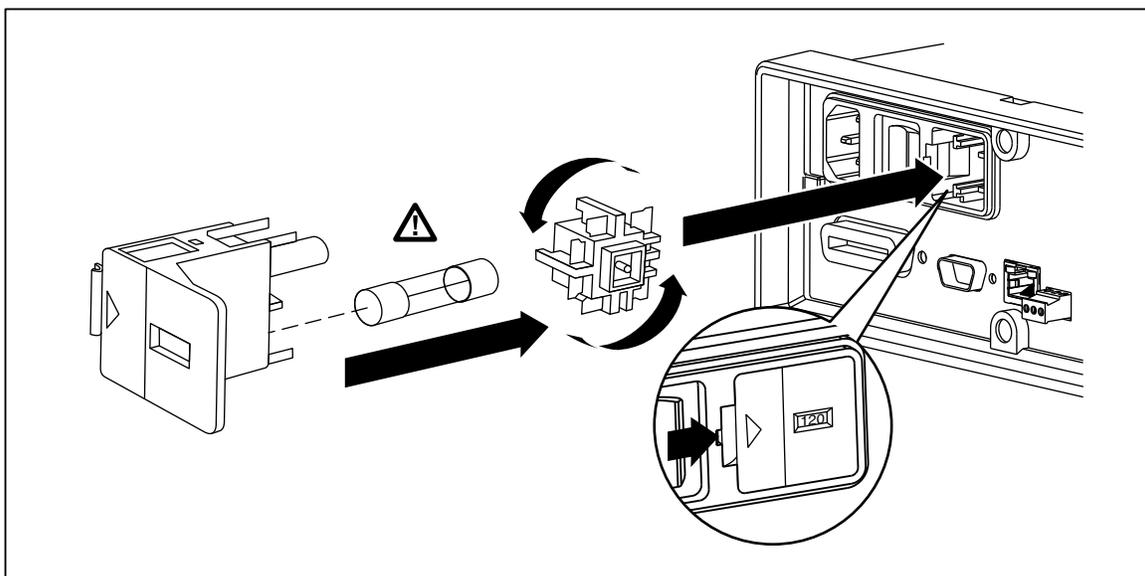

Abbildung 2-1. Ersetzen der Netzstromsicherung
2. Einen kleinen flachen Schraubenzieher in die schmale Vertiefung links neben dem Sicherungshalter einführen und nach rechts stemmen, sodass der Halter herauspringt, siehe Abbildung 2-1.
2. Einen kleinen flachen Schraubenzieher in die schmale Vertiefung links neben dem Sicherungshalter einführen und nach rechts stemmen, sodass der Halter herauspringt, siehe Abbildung 2-1. Zum Lieferumfang des Messgeräts gehört eine Ersatzsicherung des gleichen Typs wie die im Sicherungsblock installierte Sicherung.